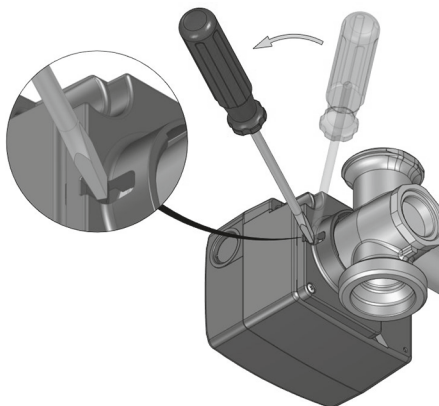

Fig. 13
2. Régler l'**interrupteur** (1) sur service manuel, en le **tournant** avec un tournevis **vers la droite de 90°**, de telle manière que la fente se trouve en position horizontale, et que la flèche pointe sur le **symbole «main»** (fig. 13).